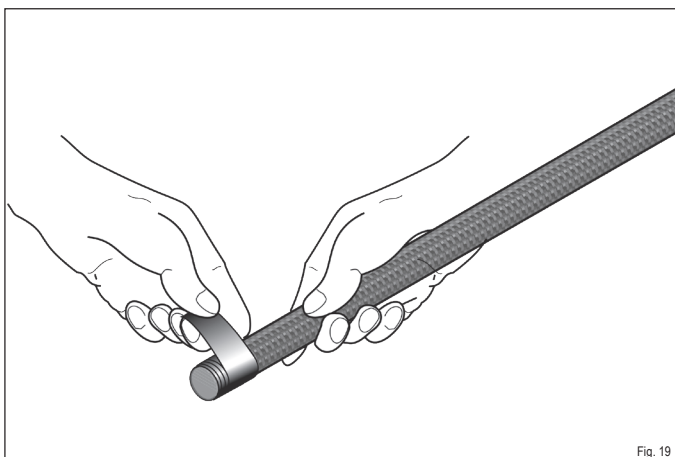

Fig. 19
- ▶ **Enveloppez le nouveau joint avec le ruban de cuivre d'un côté sur une longueur d'environ 3 cm (Fig. 19).**